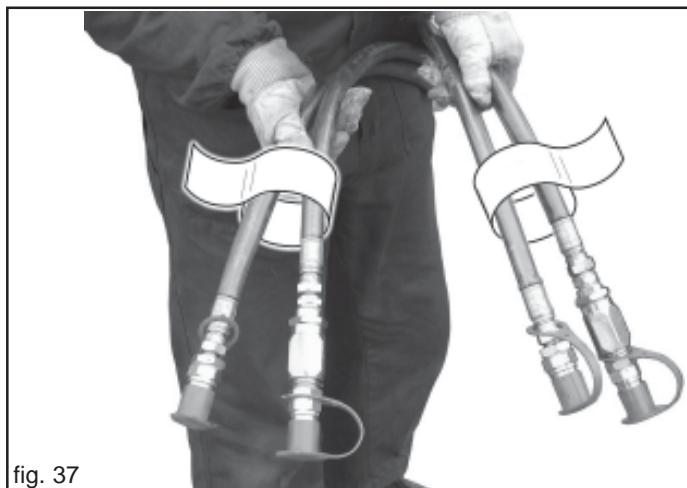
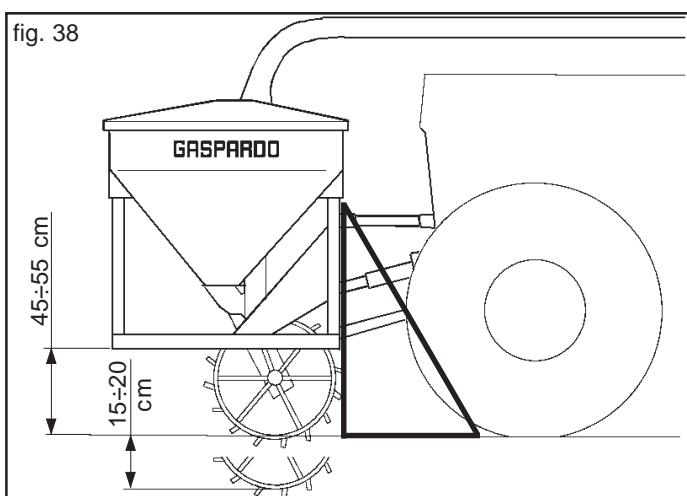

fig. 37
fig. 38
- 2) Collegare il terzo punto superiore (2, Fig. 36); la spina va bloccata con l'apposita copiglia; mediante il tirante di regolazione (3, Fig. 37) fare in modo che l'attrezzatura si sia perpendicolare al terreno (Fig. 38).
- 4) Collegare correttamente i tubi oleodinamici ai distributori del trattore seguendo l'indicazione riportata su ogni tubo (Fig. 37).
- 5) Sollevare l'attrezzatura anteriore, rimuovere i piedi di appoggio. Per garantire la rotazione della ruota di trasmissione, regolare l'altezza dal suolo dell'attrezzatura in posizione di lavoro (45÷55 cm Fig. 38). Questa distanza deve essere mantenuta costante durante il lavoro.
- 6) In condizioni di lavoro garantire l'aderenza al terreno della ruota motrice. Utilizzare gli anelli catena (C), indicati in Figura 42, per regolare un'escursione di circa 15÷20 cm (Fig. 38).